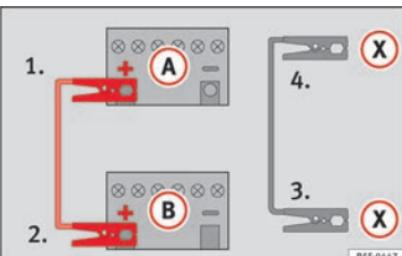

Fig. 80 Schéma de branchement pour les véhicules équipés du système Start-Stop.
- 4b. *Sur les véhicules avec système Start-Stop* : raccordez une extrémité du câble d'urgence *noir* **(X)** à une borne de mise à la terre appropriée, à une pièce métallique massive vissée au bloc-moteur, ou au bloc-moteur lui-même » **fig. 80.**